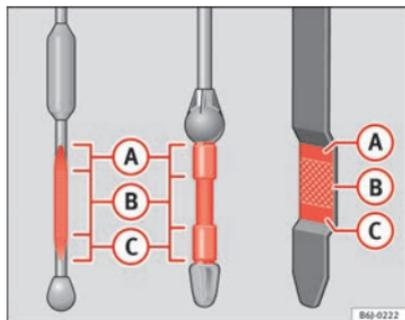

Fig. 132 Vareta de medição do nível de óleo
- Em seguida, retire-a novamente e verifique o nível do óleo ⇒ Fig. 132. Caso seja necessário, reponha óleo do motor.